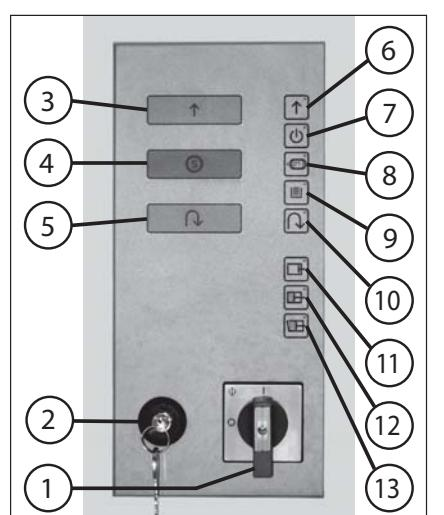

Fig. 6
- Desbloquear el interruptor de bloqueo (2) y pulsar el pulsador de "Avance del mecanismo de corte" (3) (fig. 6).
EMPLEO DE LA DESTRUCTORA DE DOCUMENTOS (fig. 6):
ELEMENTI DI COMANDO (fig. 6, 7 e 8):
- 1 = Interruttore principale (arresto d'emergenza (fig. 6))
2 = Interruttore di bloccaggio (fig. 6)
3 = Pulsante "Funzionamento in avanti taglierina" (fig. 6)
4 = Pulsante "Arresto della taglierina" (fig. 6)
5 = Pulsante "Funzionamento indietro della taglierina" (fig. 6)
6 = Indicatore di controllo "Funzionamento in avanti della taglierina" (fig. 6)